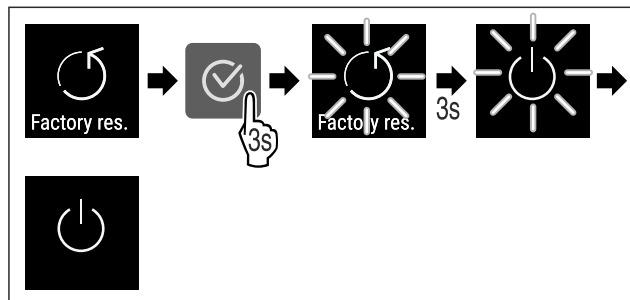

Fig. 93
- ▶ Eseguire i passi (vedere Fig. 93) .